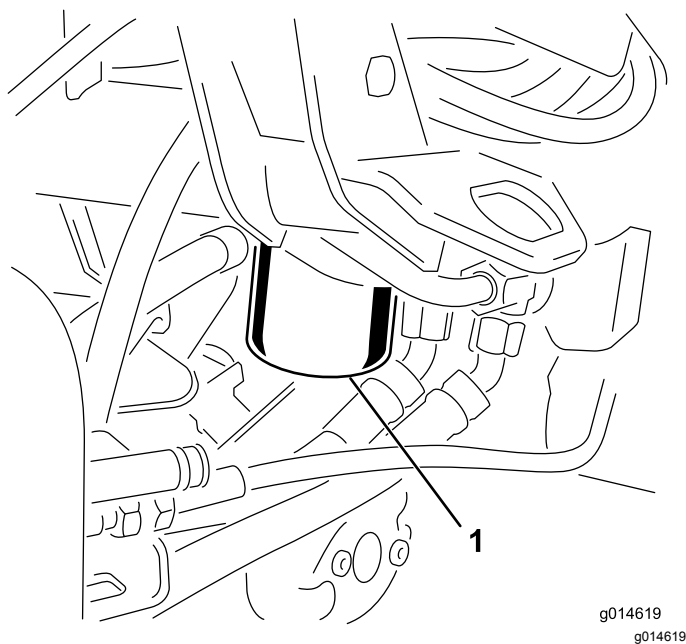

Figura 39
3. No lado direito da máquina, alinhe um recipiente de drenagem debaixo do filtro hidráulico (Figura 39).
5. Remova o filtro hidráulico antigo da cabeça do filtro e rapidamente instale o novo filtro hidráulico (Figura 39) rodando-o manualmente até que a junta entre em contacto com a cabeça do filtro, apertando em seguida o filtro mais 3/4 volta.